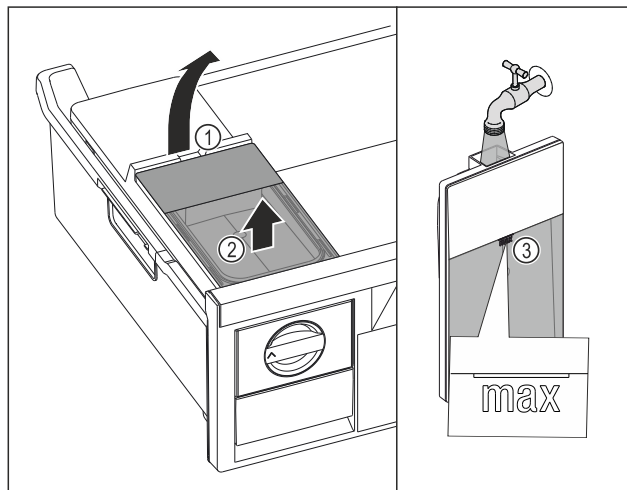

Fig. 67
- ▶ Dvignite rezervoar za vodo dvignite za izrez Fig. 67 (1).
- ▶ Rezervoar za vodo odstranite v smeri navzgor. Fig. 67 (2)
- ▶ Rezervoar za vodo napolnite s pitno vodo do oznake Fig. 67 (3).